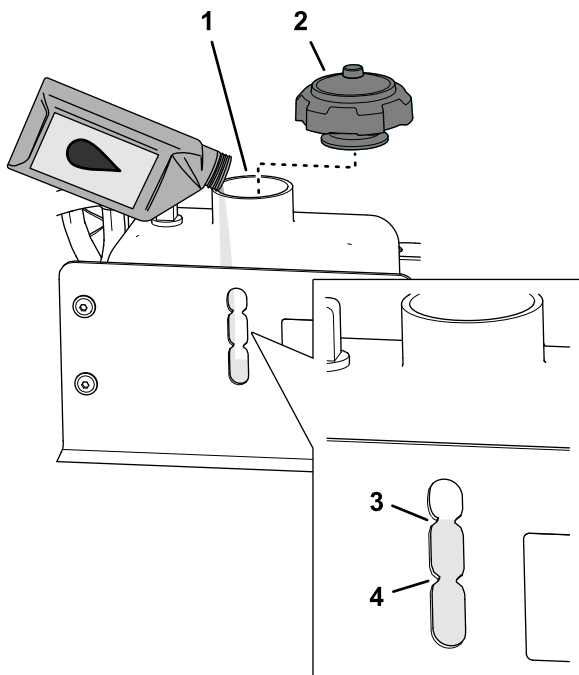

Figure 99
3. Contrôlez le niveau de liquide hydraulique dans le réservoir (Figure 99).
- A. Enlevez le bouchon (Figure 99).
- B. Faites l'appoint de liquide hydraulique spécifié jusqu'à ce que le niveau atteigne le repère maximum sur le regard de niveau (Figure 99); voir Spécifications de liquide hydraulique (page 70).
- C. Remettez le bouchon en place (Figure 99).